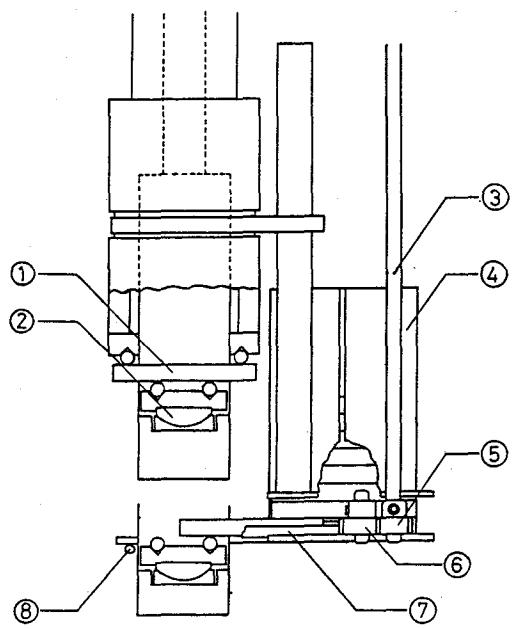

図2 曲げ試験用治具
図2は四点曲げ試験用治具の概略である。本装置は図1に示した引張試験用装置のうち、荷重を加えるためのロッドおよびパイプ、それに回転ハンドル軸をそのままにして、他の部分を取り換えたものである。試験片①は、10mm×10mm×80mmの角柱である。四点曲げの難しさは、負荷用の4本のピンの平行度によっては荷重が均一にかからない点にあるが、ここでは、球面座②を用いることによりこの難点を解消している。球面座はスチール製の市販のもので潤滑用グリースを洗い去って使用している。試験片の四点曲げ治具への取り付けは次の手順で行われている。まず、試験片は最高15本まで格納することのできる試験片ホルダー④に積み上げられている。ハンドル軸③を回すと歯車⑤を介してピニオン⑥が回転し、ラック⑦が左右に移動する。この運動により、試験片ホルダー内の最下部に置かれた試験片を取り出し、下部曲げ治具の上にセットする。その後、試験片ごと治具を上部に引き上げてゆき、上部曲げ治具との間で曲げ試験を行う。曲げ試験が終わった状態で、試験片が完全に2つに破断せずに治具の上に載ったままになっている場合にはそのまま下におろし、下方に取り付けた引っ掛け棒⑧で試験片を引っ掛けで下に落とす。このようにして、1本の試験片の試験が完了する。